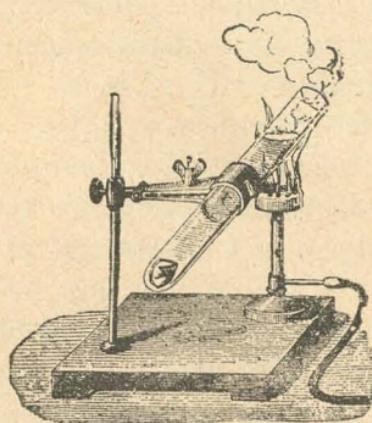

Fig. 87.—Ebullición del agua sobre el hielo
**3. Conductibilidad de los líquidos.** — Los líquidos son muy malos conductores del calor. Si se pone agua en un tubo (fig. 87) en cuyo fondo hay un termómetro, y si, después de inclinado el tubo, se calienta con una lámpara